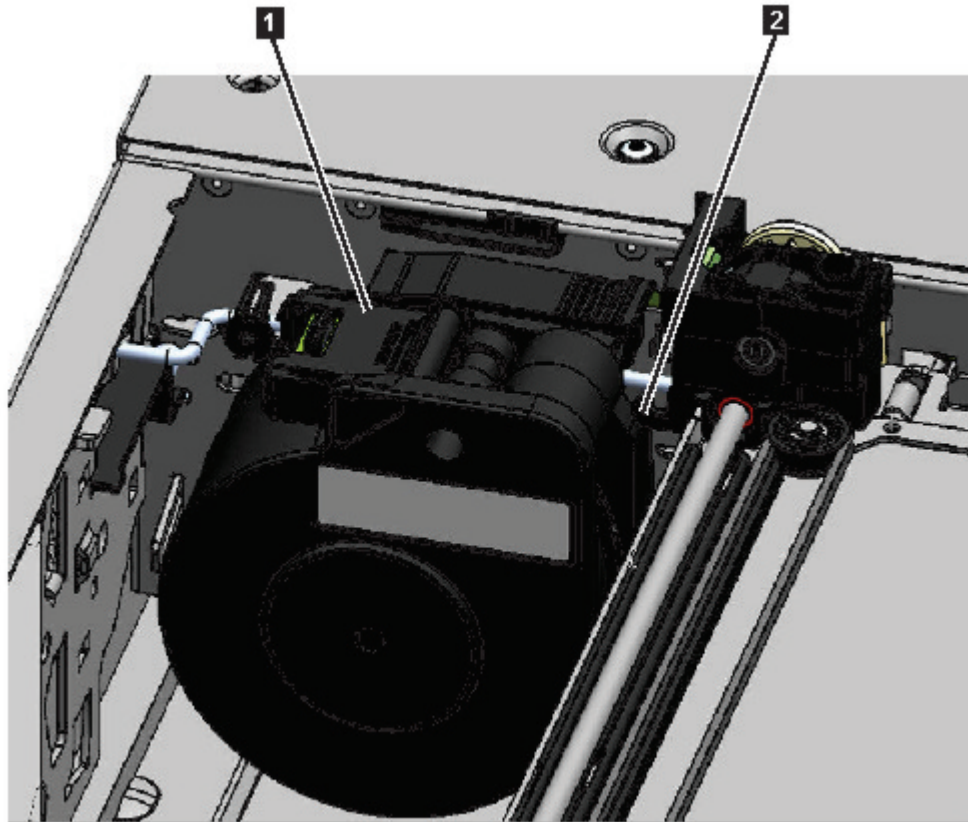

Abbildung 75. Spooling-Kabel in Parkposition
Anmerkung: Schreiben Sie auf, wo sich das Ende des Spooling-Kabels in den Zugriffsmechanismus dreht. Sie müssen dies wissen, wenn das neue Spooling-Kabel an den Zugriffsmechanismus angeschlossen wird. Siehe **2** in Abb. 75 auf Seite 139.
9. Bringen Sie den Spooling-Anschluss (**1** in Abb. 75 auf Seite 139) in die Parkposition.